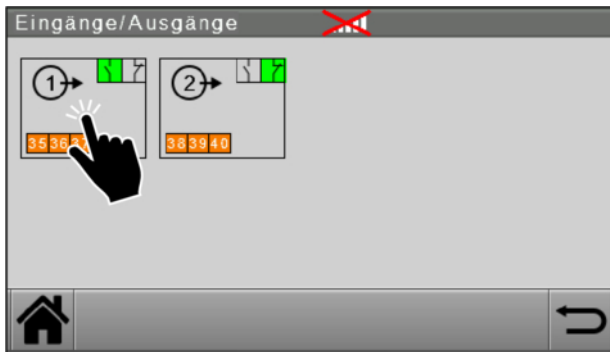

Abb. 83: Eingänge / Ausgänge
1. Ausgang 1 oder 2 wählen (siehe Abbildung 83).